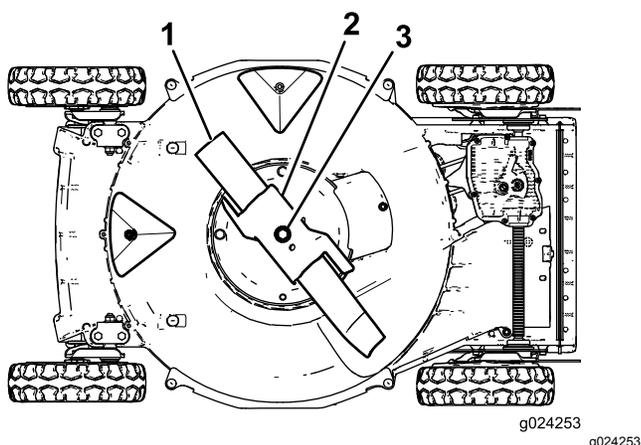

Рисунок 23
4. Переверните машину на **правую** сторону (воздухоочистителем вверх), как показано на Рисунок 23.